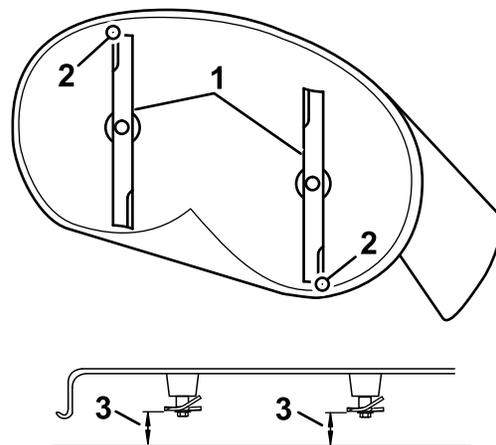

Рисунок 67
4. Осторожно поверните ножи так, чтобы они были расположены в продольном направлении (Рисунок 67).
5. Измерьте расстояние от конца переднего ножа до плоской поверхности и от конца заднего ножа до плоской поверхности (Рисунок 67).